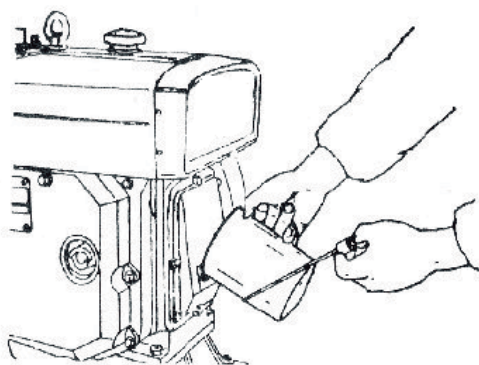
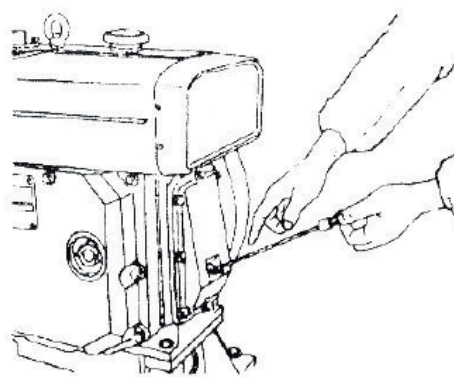

Fig. 1 Colocar óleo no cárter
Fig. 2 Medir o nível de óleo no cárter com a vareta de medição
- O óleo deve ser armazenado em um recipiente limpo e vedado para evitar a entrada de sujeira. Antes de adicionar o óleo, retirar a vareta de medição e colocar óleo limpo no cárter (Fig.1). A quantidade de óleo adicionada é cerca de 3,5 litros de modo que o nível de óleo no cárter fique entre as duas linhas marcadas na vareta de medição (Fig.2). Consulte modelo adquirido